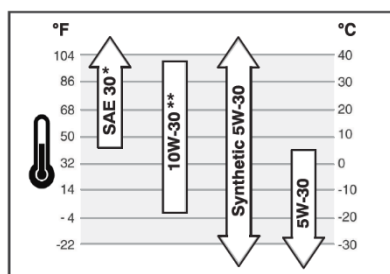

Рисунок 36
6. Залейте в двигатель рекомендованное масло, см. таблицу рекомендованных масел (рис.36), ёмкость системы смазки двигателя составляет 0,75 л.